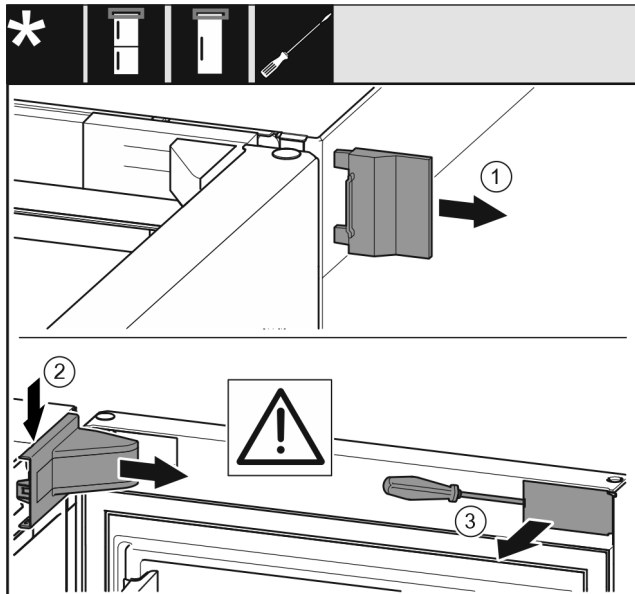

Fig. 6
- Fjern det ytre dekselet. Fig. 6 (1)
- Frigjør og løsne lagerbukkdekselet. Ta av lagerbukkdekselet. Fig. 6 (2)
- Klikk ut panelet og sving det til side med en skrutrekker. Fig. 6 (3)